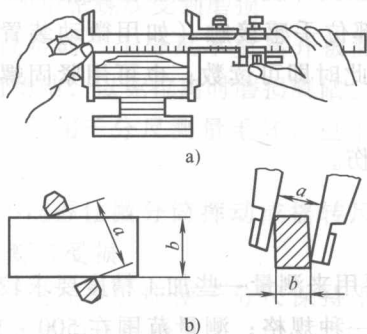

图 1-26 测量外尺寸
3) 测量外径时,量爪应张开到略大于被测尺寸而自由进入工件,以固定量爪贴住工件,然后用轻微的压力把活动量爪推向工件,尺寸测量面的连线应垂直于被测量表面,不能歪斜,如图 1-26 所示。